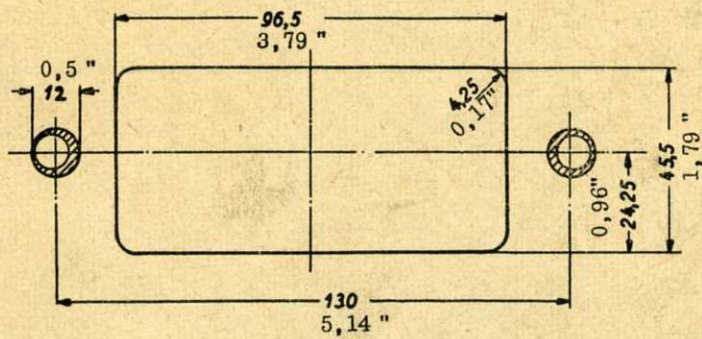
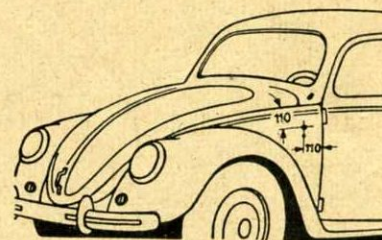

Fig. 5
Fig. 8 110 mm = 4,34"
- b) Ausschnitt nach Fig. 5 nacharbeiten.
- c) Empfänger von hinten einsetzen und mit den Muttern (21) festschrauben.
- a) Löcher nach der Fig. 8 und der im Antennenkarton liegenden Bohrschablone bohren.